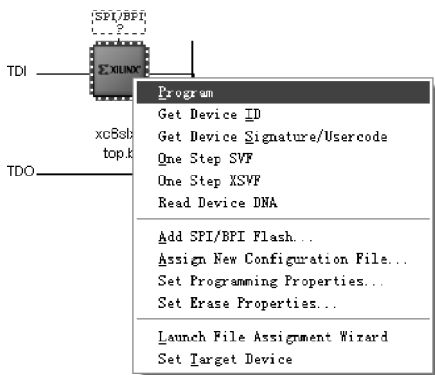

图 3.74 选择编程选项
(14) 如图 3.74 所示,选中当前 FPGA 器件图标,单击右键,出现浮动菜单,选择 Program(编程)选项,开始对 FPGA 进行编程和配置。